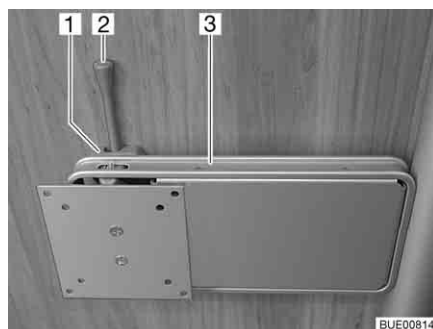

Fig. 88 Supporto su colonna
- Spingere di lato la leva di sbloccaggio (Fig. 88,2) e ruotare il supporto (Fig. 88,3) con lo schermo piatto nella posizione desiderata.
- Riportare indietro lo schermo piatto finché il supporto (Fig. 88,3) non si innesta nel bloccaggio (Fig. 88,1).